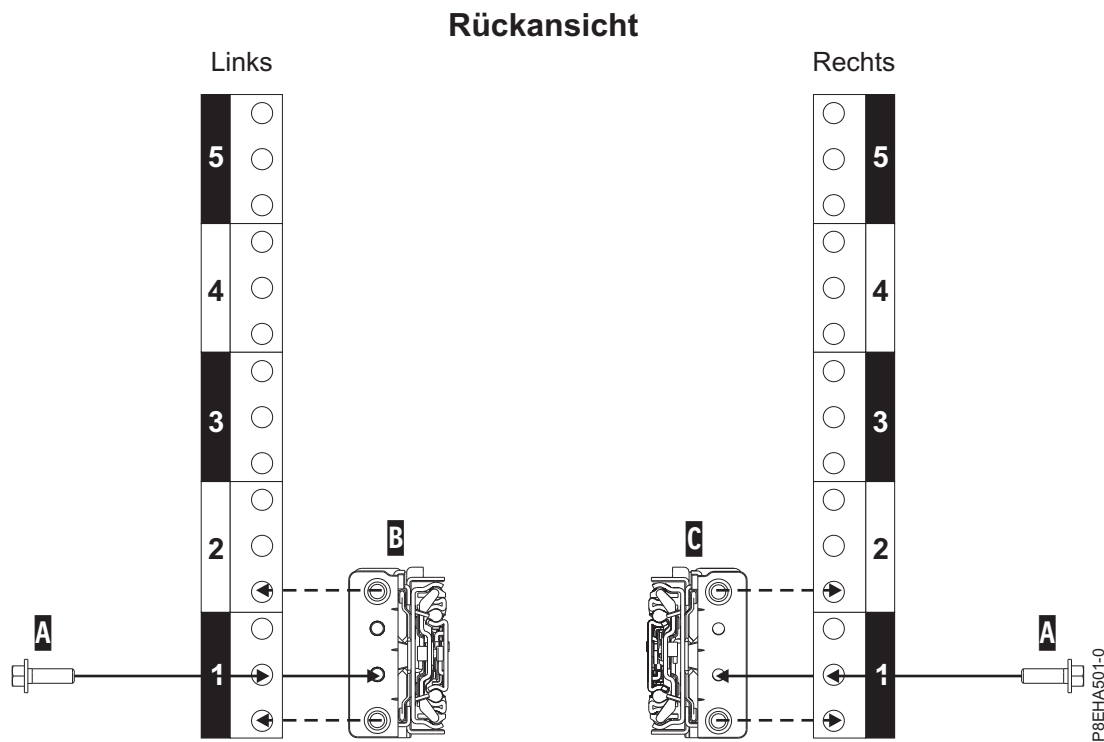

Abbildung 4. Schienen an der Rückseite des Racks befestigen
12. Sichern Sie die linke (B) und rechte Schiene (C) mit einer M5x16-mm-Schraube (A), wie in Abb. 4 gezeigt. Setzen Sie die Schrauben in die Gewindeschienenflanschbohrungen ein, die sich in der mittleren Bohrung der untersten EIA-Rackeinheit befinden, und ziehen Sie sie fest.